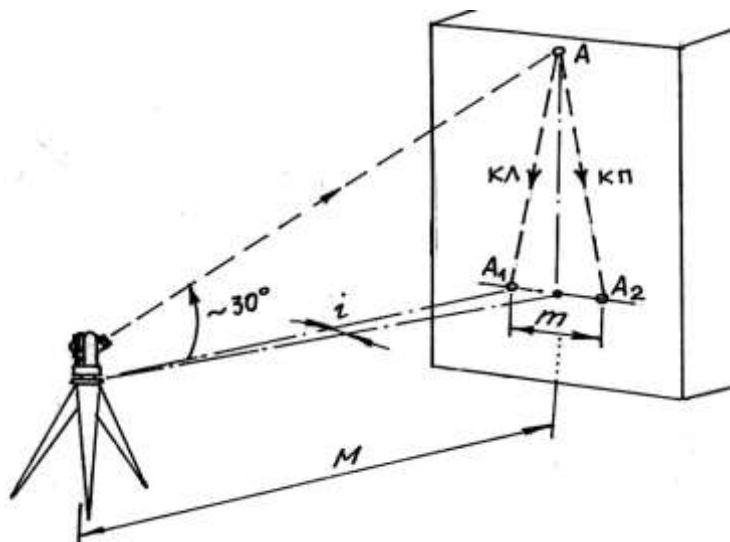

Рисунок 3. Пятая проверка теодолита.
1. Теодолит установить недалеко от высокого объекта (например, стены здания). В верхней части стены выбрать какую-либо заметную точку так, чтобы визирование на нее производилось при наклоне визирной оси к горизонту примерно на 30° (рис. 3).